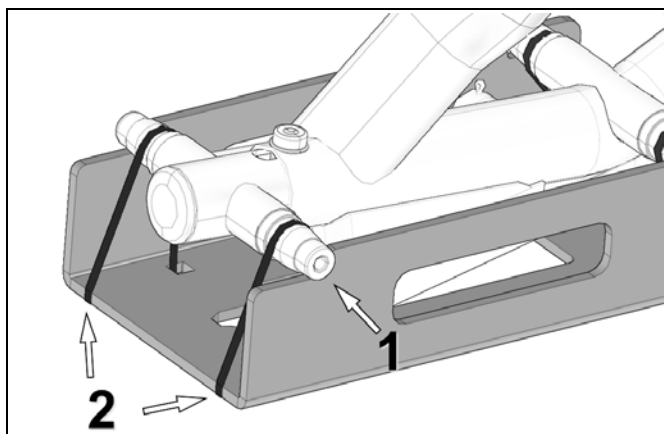

Figure 40
Positionner les extrémités de l'arbre de roue du tensionneur au coin de l'outil d'alignement (1), fixer ensuite l'outil d'alignement au châssis du système en utilisant les courroies de nylon (2) (tie-rop) fournies. Voir la Figure 40.